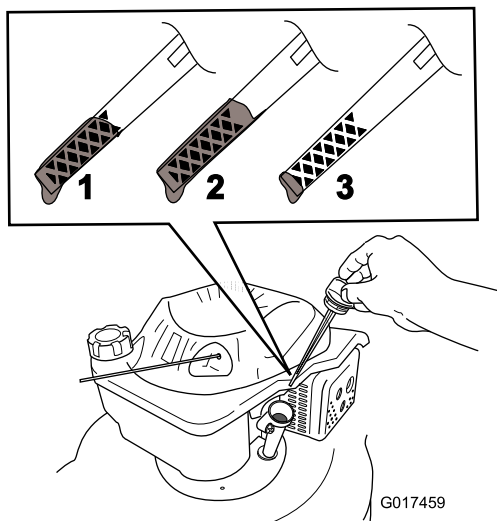

Figura 7
2. Retire la varilla (Figura 7).
3. Vierta aceite **lentamente** en el tapón de llenado de aceite, espere unos minutos y compruebe el nivel de aceite en la varilla limpiando la varilla e insertándola **sin enroscar** en el orificio (Figura 7).
Nota: Llene el cárter con aceite hasta que la varilla indique que el nivel del aceite del motor es correcto, según se muestra en Figura 7. Si usted llena demasiado el motor, vacíe el exceso de aceite siguiendo las instrucciones de la sección *Cómo cambiar el aceite del motor*.